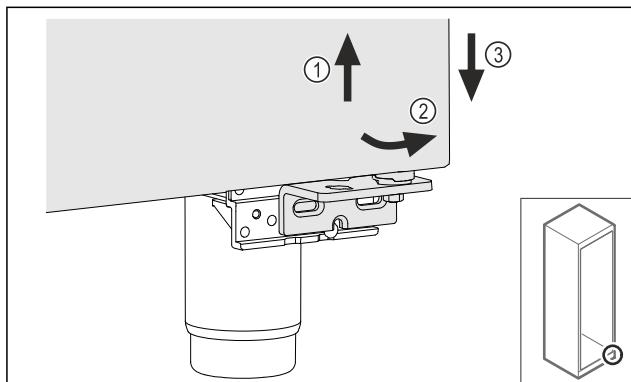

Fig. 21
- Немного приподнимите дверь Fig. 21 (1), наклоните снизу вперед Fig. 21 (2) и опустите Fig. 21 (3).